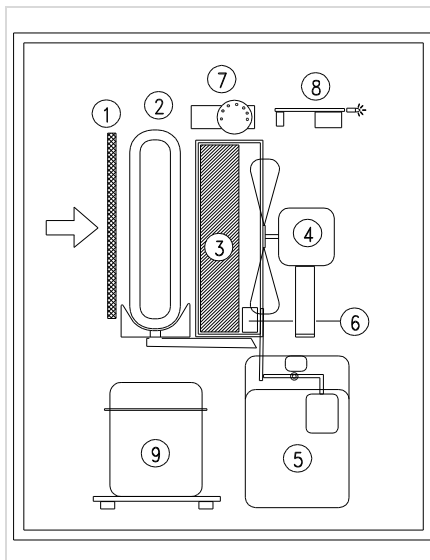

Fig. 1
Con referencia al dibujo (fig. 1), el aire entra a través de la parte trasera del deshumidificador, y luego pasa por el **filtro (1)**, a través de la bobina de aluminio refrigerado o **evaporador (2)**, una vez más a través del calor intercambiador o **condensador (3)**. Por último, el **ventilador (4)** expulsa el aire a la habitación a través del panel frontal: El agua condensada se recoge en el **tanque (5)**. Un **micro interruptor (6)** detiene la máquina cuando el agua en el tanque alcanza el nivel correcto mediante el aumento de la palanca de flotación del agua. El **humidistato (7)** inicia el funcionamiento del deshumidificador cuando la humedad es más alto que el nivel preestablecido. Un **circuito electrónico (8)** controla la descongelación y evita que el **compresor (9)** realice arranques repetitivos en muy poco tiempo, retrasando cada nuevo comienzo.